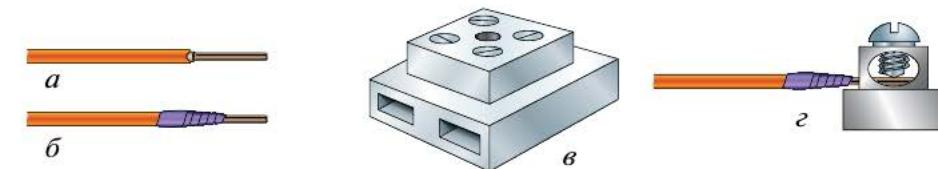

Рис. 10.2. Оконцевание многожильного провода тычком и крепление
Провода могут по-разному подключаться к электроарматуре. В зависимости от конструкции клемм (зажимов) выбирают способ оконцевания проводов: **оконцевание проводов тычком** (рис. 10.2) или **колечком** (рис. 10.3). В связи с тем что электрическая цепь, как правило, бывает разветвлённой, при её монтаже возникает необходимость срастить два конца провода или сделать ответвление.
2. Выполните оконцовывание многожильного провода тычком (см. рис. 10.2).